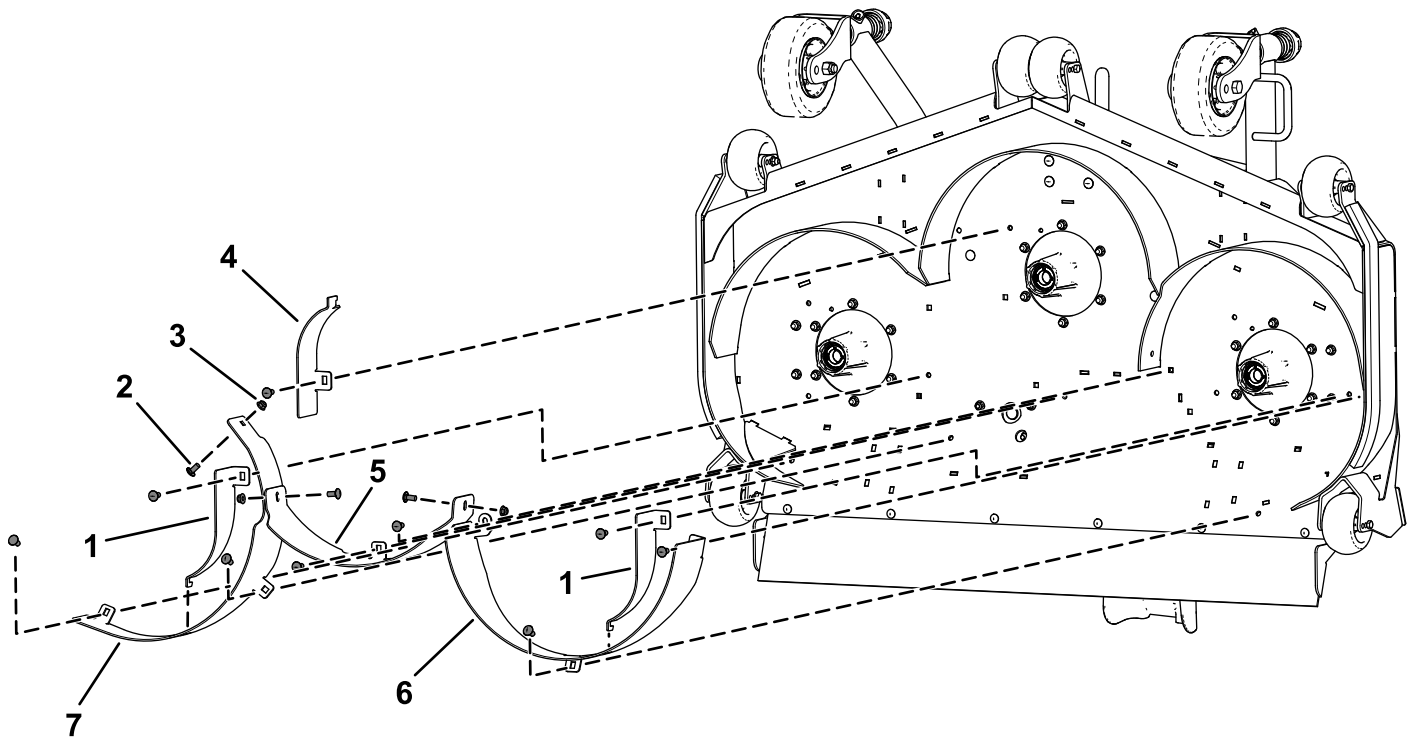

図6
1. 右後バッフルを刈り込みデッキに仮止めするキャリッジボルト3/8 x 7/8"3本とロックナット3/8"3個を使用して図6のように取り付ける。
2. 左後バッフルを刈り込みデッキに仮止めするキャリッジボルト3/8 x 7/8"3本とロックナット3/8"3個を使用して図6のように取り付ける。
3. 中央後バッフルを刈り込みデッキに仮止めするキャリッジボルト2/8 x 7/8"3本とロックナット2/8"3個を使用して図6のように取り付ける。
4. 中央後バッフルを右後バッフルに仮止めするキャリッジボルト3/8 x 7/8"1本とロックナット3/8"3個を使用して図6のように取り付ける。
5. サイドキッカーバッフル2枚とセンターキッカーバッフルを仮止めするキャリッジボルト3/8 x 7/8"3本とロックナット3/8"3個を使用して図6のように取り付ける。